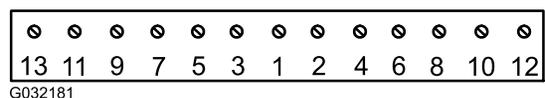

图63
6. 按照 图63 中的顺序依次上紧螺丝扭矩至 25.4N·m。